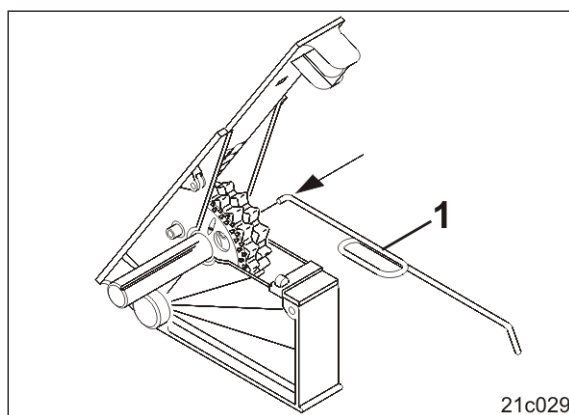

Fig. 66
2. Apăsați știftul (Fig. 66/1) spre discul de distribuție fin cu ajutorul cheii livrate.